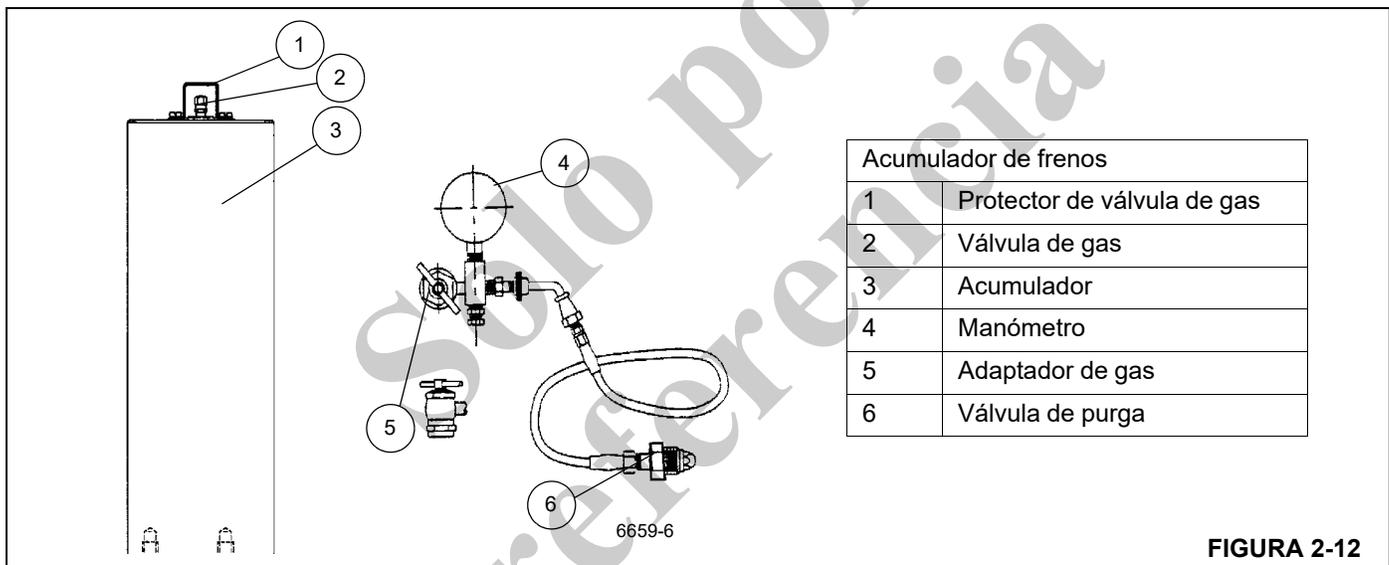

FIGURA 2-12
2. Retire el protector y la tapa de la válvula de gas del acumulador (vea la Figura 2-12).
3. Antes de conectar el conjunto de carga (vea la Figura 2-12) a la válvula de gas, gire completamente la manija en "T" del adaptador de gas en sentido contrario a las manecillas hasta que se detenga.
Si la presión mide 1500 a 1550 psi (103 a 107 bar), retire el conjunto de la válvula de carga girando la manija en "T" completamente en sentido contrario a las manecillas en el adaptador de gas y luego abra la válvula de purga y proceda con el paso 7 (vea la Figura 2-12). Si la presión está baja, prosiga con el procedimiento *Precarga de los acumuladores*, página 2-34.
8. Si la presión de precarga excede el valor indicado en el paso 7, cierre la válvula del cilindro de nitrógeno y lentamente abra la válvula de purga en el conjunto de carga (vea la Figura 2-12) hasta que la presión esté dentro de los límites.